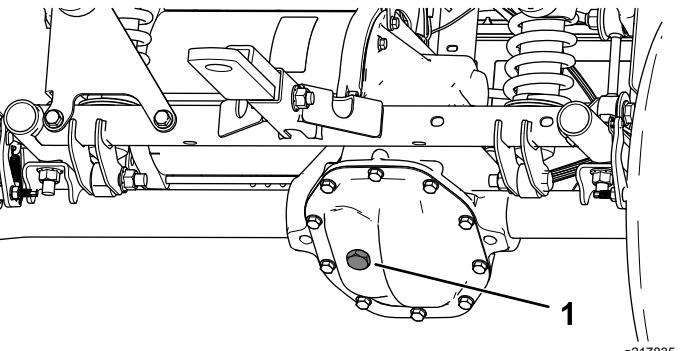

図 49
4. トランスアクスルについている補給プラグを外す図 49。
5. オイルの量が少ない場合は、補給プラグを取り、穴からあふれ出てくるまで所定のオイルを補給する図 49。
- トランスアクスルの補給プラグを外して、穴から所定のオイルを入れる。補給穴からあふれ出てくるまで入れること図 49。